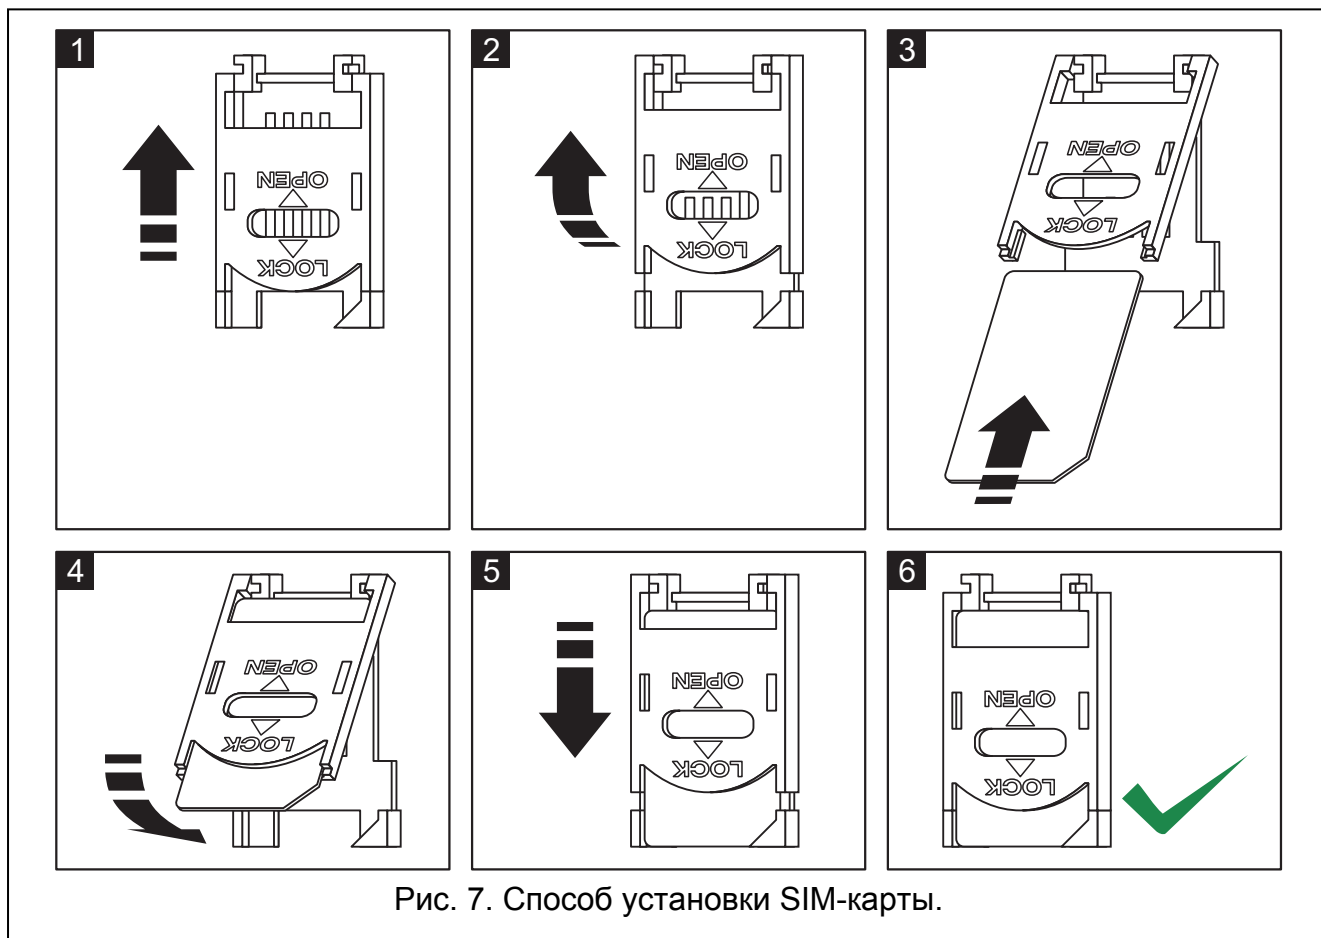

Рис. 7. Способ установки SIM-карты.
11. Установите SIM-карту в держатель (см.: рис. 7).